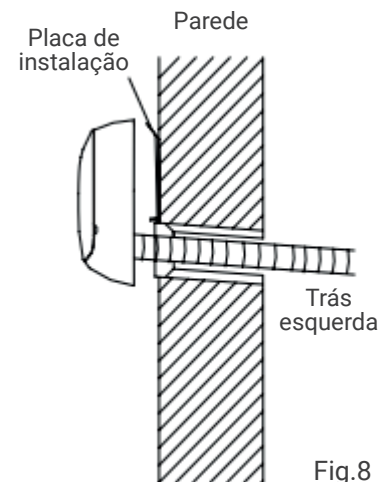

Fig.8
- Monte a unidade interna nos dois ganchos na parte superior da placa de instalação. (Ver Fig.8)